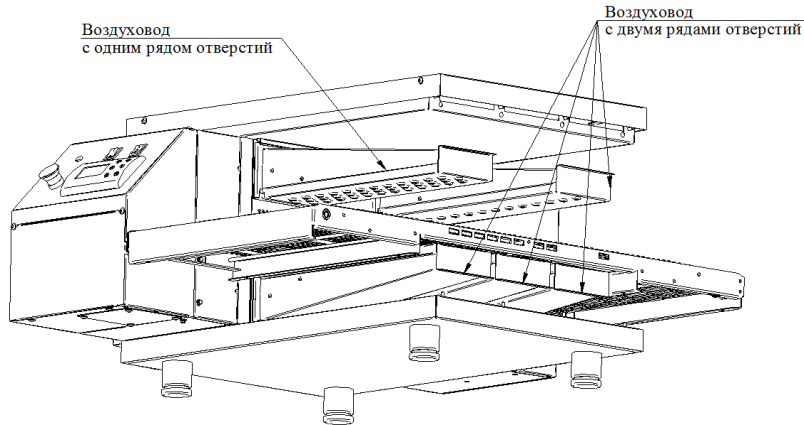

Рис. 14
7. Установить все снятые элементы в обратной последовательности. Заводская схема установки воздухопроводов указана на Рис. 14.